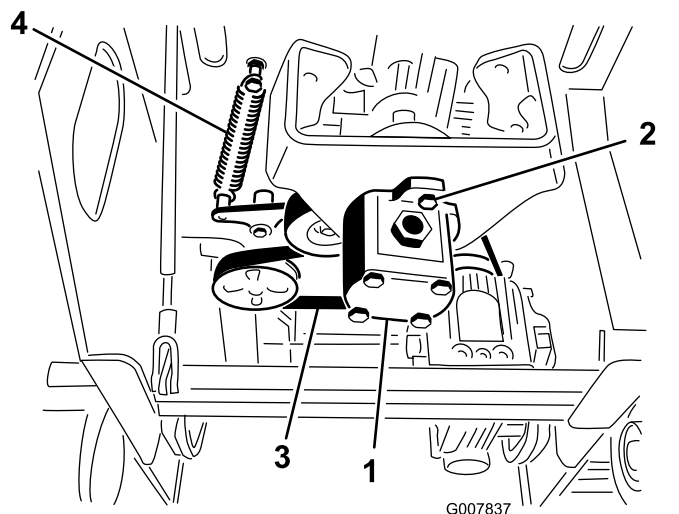

図 49
5. ポンプボルト2本をゆるめる **図 49**。
6. ポンプを右方向にひねってプーリから外す **図 49**。
7. スプリングプラー 特殊工具代理店でお求めくださいまたは頑丈な金属製のフックを使って、アイドラプーリのスプリングをボルトから引き離し、ベルトのテンションをゆるめる **図 49**。